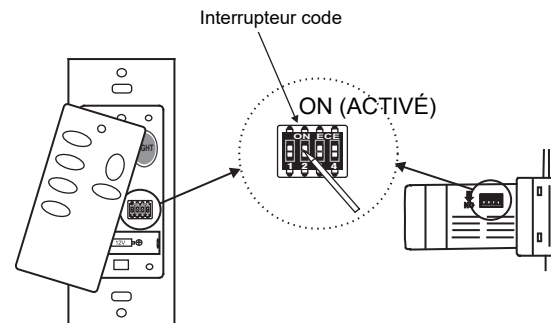

Fig. 12
**REMARQUE :** Le système de commande CoolTouch™ est équipé de 16 combinaisons de fréquences possibles pour éviter les interférences avec d'autres télécommandes. Les commutateurs de fréquence de votre récepteur et de votre émetteur ont été préréglés à l'usine. Veuillez confirmer que les commutateurs de l'émetteur et du récepteur sont réglés sur la même position, le ventilateur fonctionnera quelle que soit la combinaison tant que l'émetteur et le récepteur sont réglés sur la même position (**Fig. 12**).